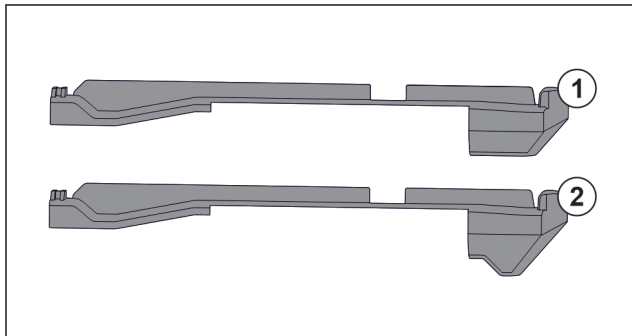

Fig. 124 Comparaison des éléments emboîtables
L'appareil comprend deux éléments emboîtables différents. L'élément emboîtable au-dessus du tiroir inférieur Fig. 124 (2) a un bord triangulaire. Tous les autres éléments emboîtables Fig. 124 (1) ont un bord droit.
- ▶ Poser l'élément emboîtable Fig. 124 (2) avec le bord triangulaire sur le tiroir inférieur.
- ▶ Poser l'élément emboîtable Fig. 124 (1) avec le bord droit à tous les autres endroits.